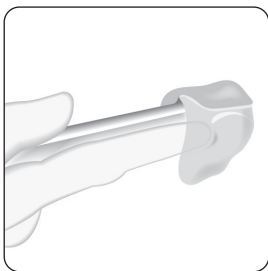

図3 フィンガーポケット
- 5) 手袋を着用し潤滑剤を塗布した人差し指を、低圧保持バルーンのカプフィンガーポケット（インジケーターラインの上部にある青いポケット）に挿入した後（図3）、シリコンチューブ先端のバルーンに潤滑剤を塗り、シリコンチューブを保持しバルーンの先端を肛門に静かに挿入して括約筋を通過させ、バルーン部を直腸内に収める。指は抜去しても、バルーン膨張のためそのままにしても良い。